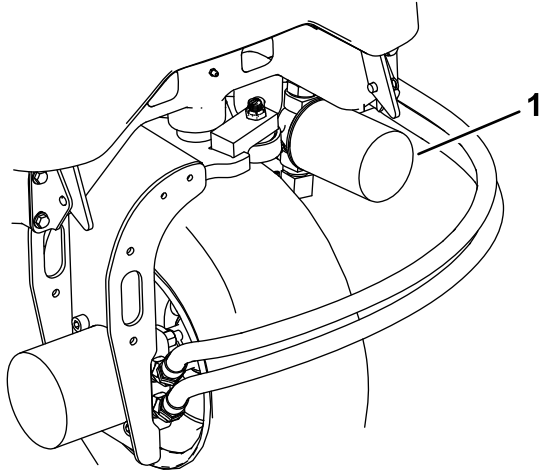
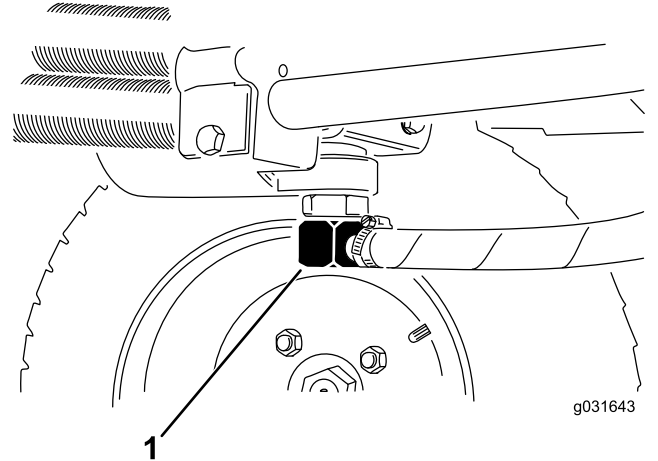

Bild 64
Bild 65
- Reinigen Sie den Anbaubereich des Filters, stellen Sie eine Auffangwanne unter den Filter und entfernen den Filter (Bild 64).
- Klemmen Sie die Hydraulikölleitung ab oder entfernen den Hydraulikölfilter und lassen das Hydrauliköl in ein Auffanggefäß ablaufen (Bild 64 und Bild 65).
- Montieren Sie die Hydraulikölleitung, wenn kein Öl mehr ausströmt (Bild 65).